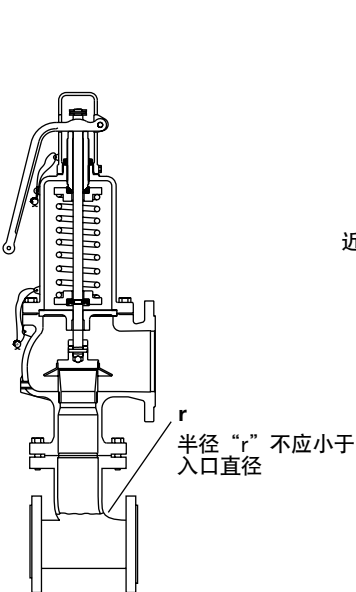
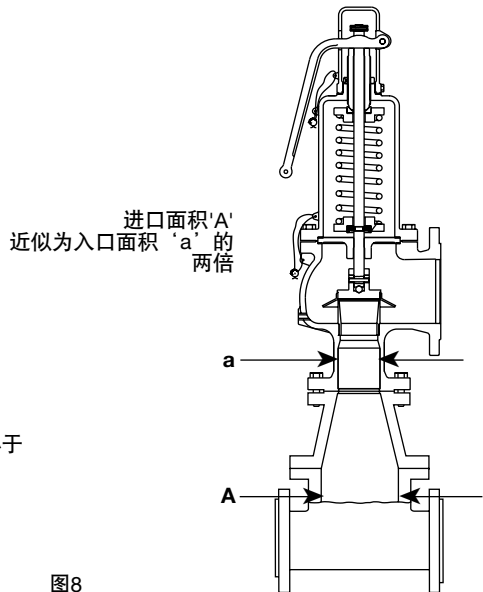

图7
图8
- 6.4 入口连接管尺寸不应小于安全阀的尺寸（见图7和图8，第16页）。
入口管应如图7或图8所示安装。